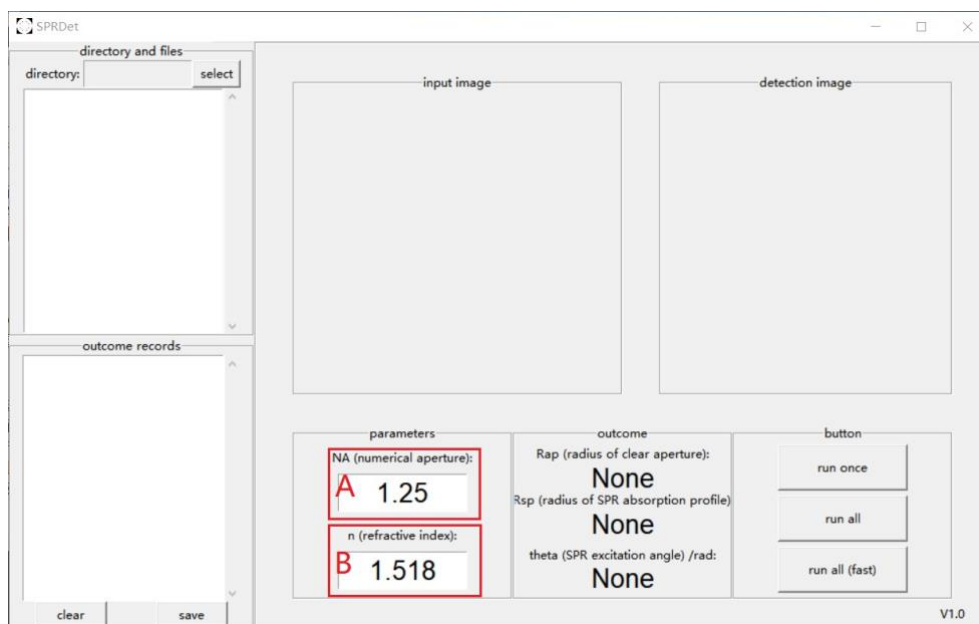

图 14 参数设定模块
**参数设定模块**(图 14-AB 区域)中需要用户填入参数 NA(数值孔径)(图 14-A 区域)和  $n$ (介质折射率)(图 14-B 区域), 如用户不设定, 软件会给予初始参数。软件会利用所给的参数结合半径检测结果计算 SPR 激发角。请确保参数为正常大小的整数或小数。